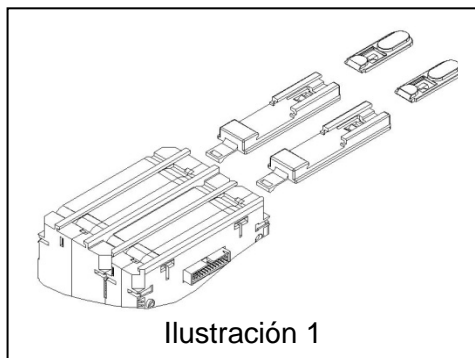

Ilustración 1
**Ilustración 1:** Muestra como se deben colocar las fijaciones de Carril DIN en la parte posterior del analizador. Una vez colocadas las guías y fijado el analizador en un carril DIN, recuerde subir las guías para que queden perfectamente sujetas.